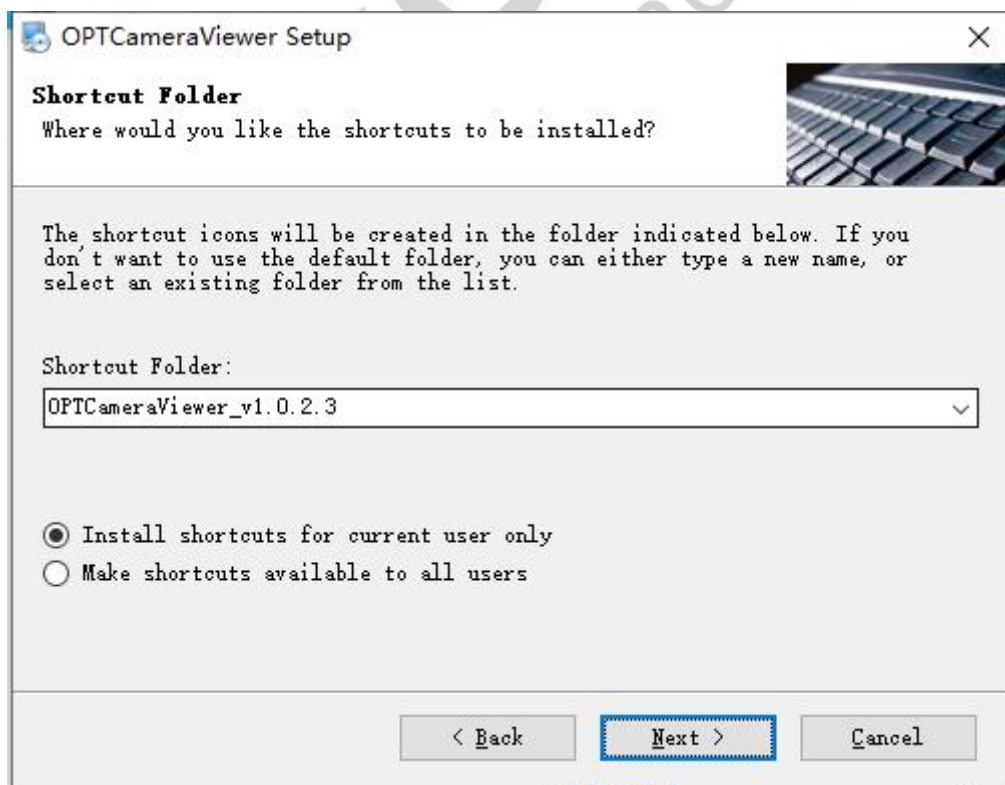

图 3-6 快捷方式文件夹窗口
7. 进入快捷方式文件夹窗口如图 3-6 所示，配置快捷方式属性并点击下一步按钮，继续安装流程。